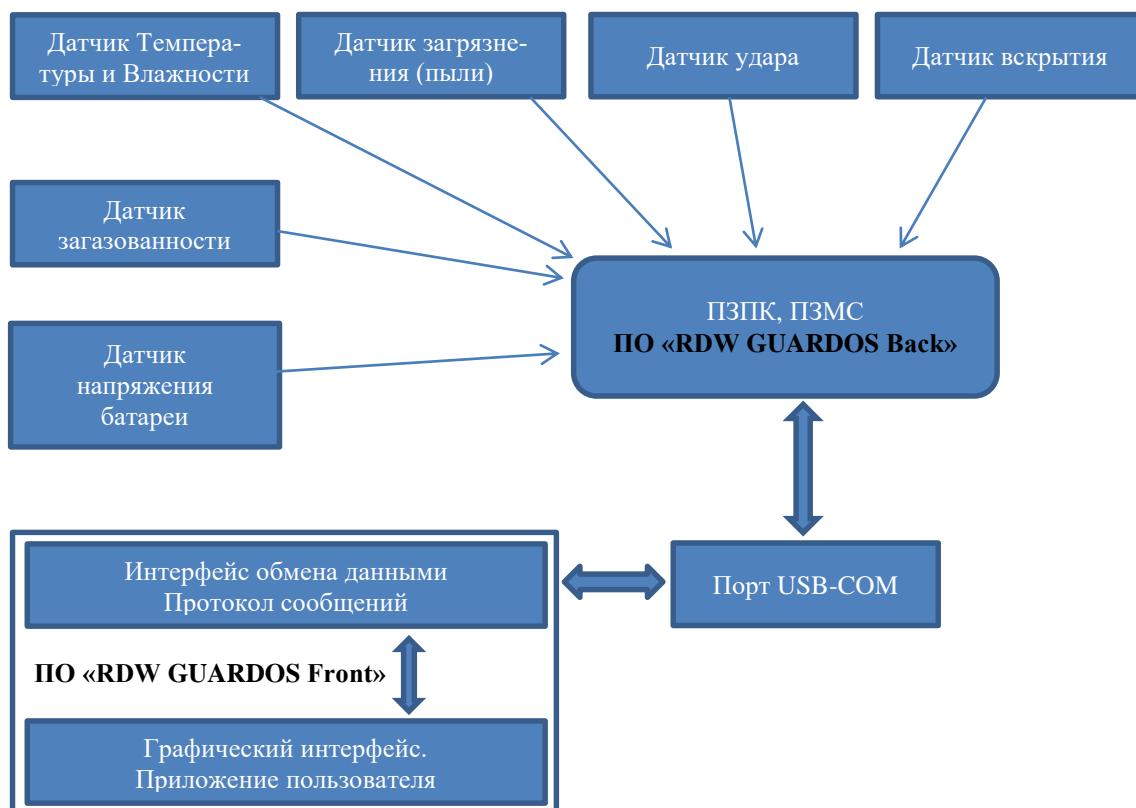

Рис. 1
3.1.1. ЛОГИЧЕСКАЯ СТРУКТУРА ПК «RDW GUARDOS» ПОКАЗАНА НА РИС. 1.